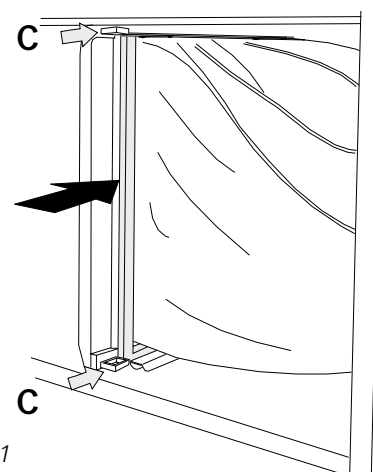

Fig 11
- Tryk de to blå håndtag (C i fig. 11) ind ved filterfastgørelsens over- og underkant, så den excentrisk styrede liste lukkes.